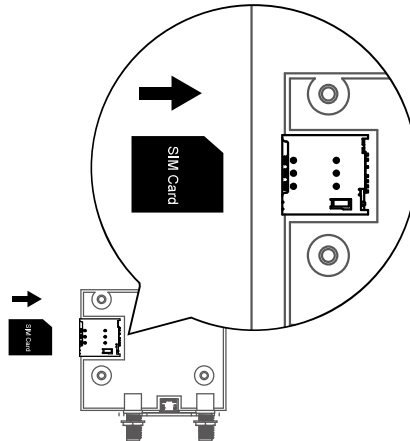

Abbildung 37. Einlegen der SIM-Karte.
- 2) Legen Sie eine 3G/4G-Micro-SIM-Karte in das Fach und stellen Sie sicher, dass die goldenen Kontakte nach unten zeigen und sich die Kerbe in der oberen linken Ecke befindet. Siehe Abbildung 37.